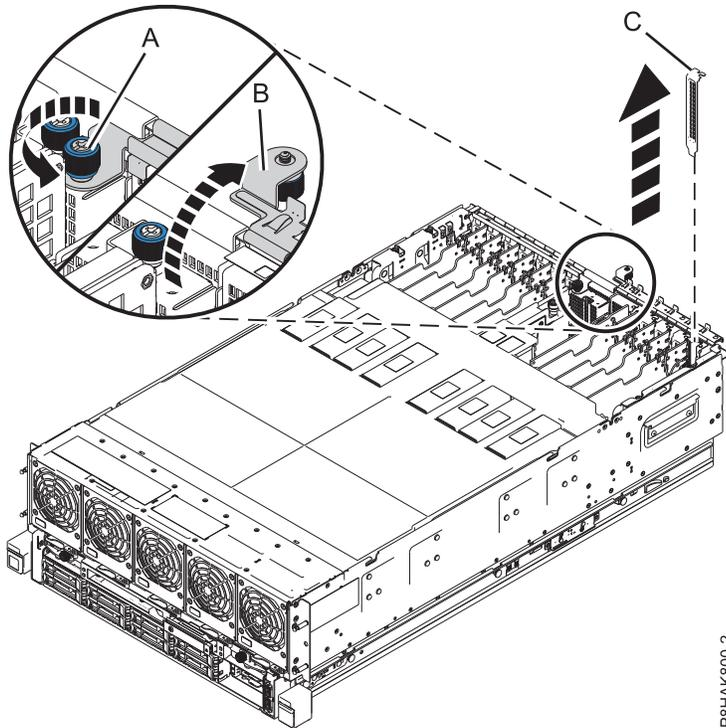

Figura 3. Extracción de una placa de relleno de una ranura adaptador PCIe en el sistema 8408-44E o 8408-E8E
- a. Desatornille el tornillo cautivo de la pieza de sujeción de retención de E/S hasta que esté completamente aflojado. Consulte **(A)** en la Figura 3 en la página 6.
- b. Abra la pieza de sujeción de retención de E/S haciéndola girar hacia arriba y sacándola del sistema. Consulte **(B)** en la Figura 3 en la página 6.
- c. Para extraer el relleno, sostenga con cuidado el relleno **(C)** por el borde superior o la contrapunta, y extráigalo del sistema. Consulte la Figura 3 en la página 6.